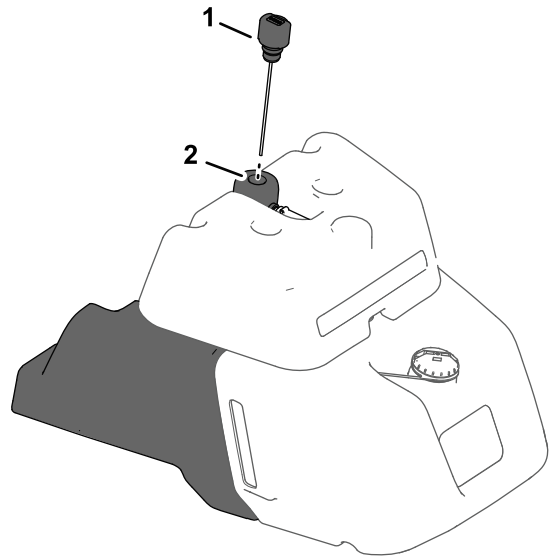

Bild 35
- Ist Ihre Maschine mit einem Schauglas an der Seite des Kraftstofftanks ausgerüstet, ermitteln Sie den Peilstab für die Hydraulikbehälter an der Oberseite der Hydraulikbehälters (Bild 35) und fahren Sie mit Schritt 5 fort.